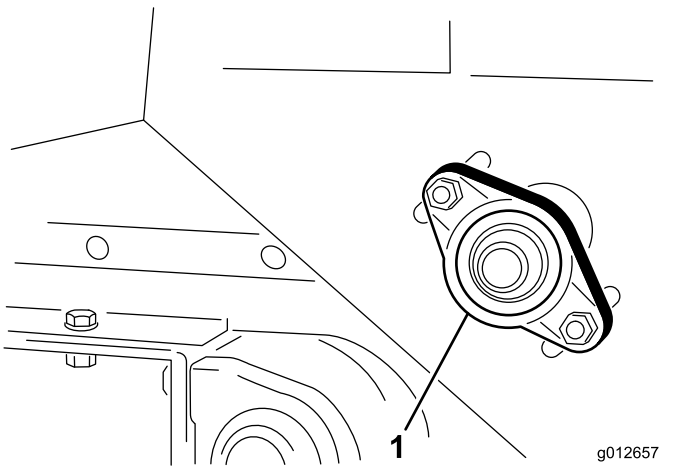

Bild 38
1. Lösen Sie die Muttern, mit denen das Lagergehäuse (Bild 38) an der rechten Seite der Maschine befestigt ist.